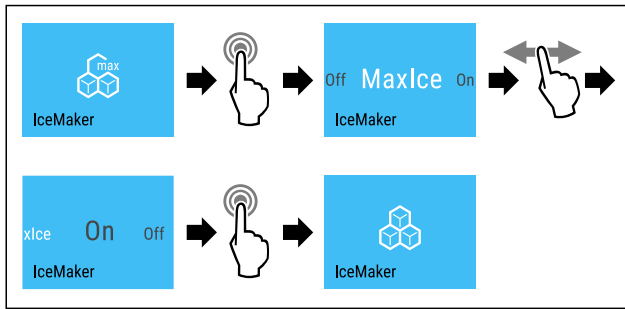

Fig. 22
- ▶ Udfør handlingstrinene (se Fig. 22).